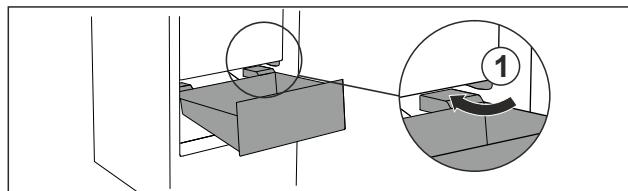

Fig. 67
- Prevedte zásuvku šikmo okolo zarážok Fig. 67 (1).